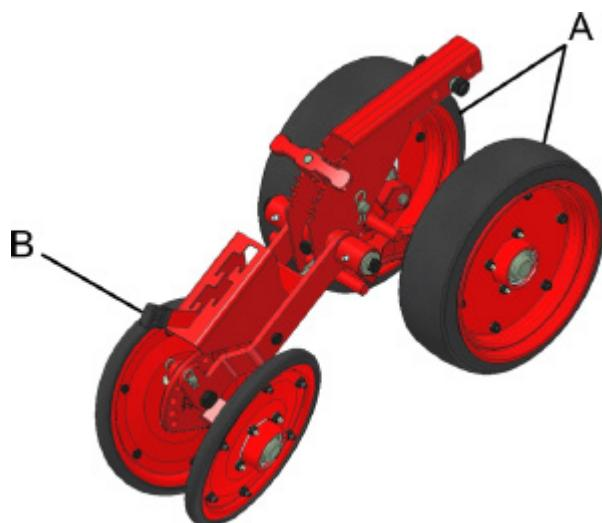

fig. 31
A limitação de profundidade é feita individualmente através das rodas de profundidade (A) (fig. 31), que são ajustadas através do manípulo (B), sendo que cada posição permite a regulagem de 1 em 1cm, conforme a necessidade.